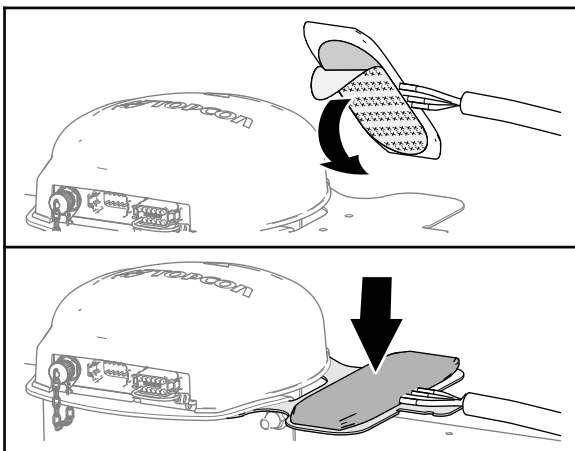

Figure 126
- Retirez la pellicule de protection du revêtement adhésif double face sous l'antenne de modem (Figure 126).
- Collez l'antenne de modem sur la face supérieure du support, comme montré à la Figure 126.